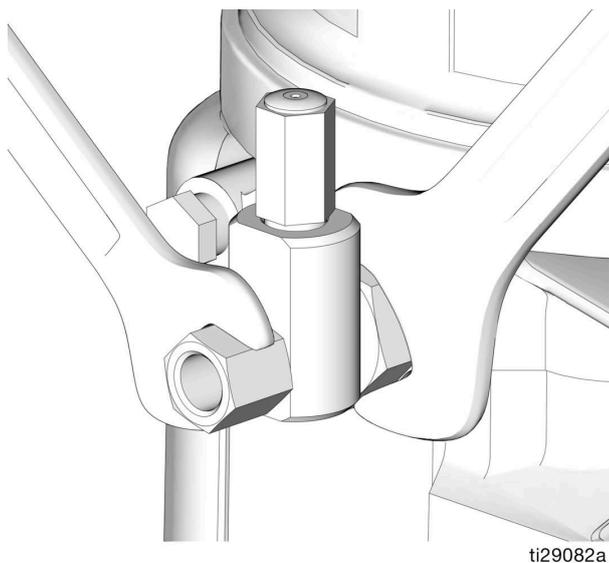

FIG. 22
1. Afloje el accesorio de conexión del elemento de la bomba (FIG. 22).
3. Apriete el accesorio de conexión del elemento de bomba utilizando dos llaves y haciendo fuerza en direcciones opuestas (FIG. 22).